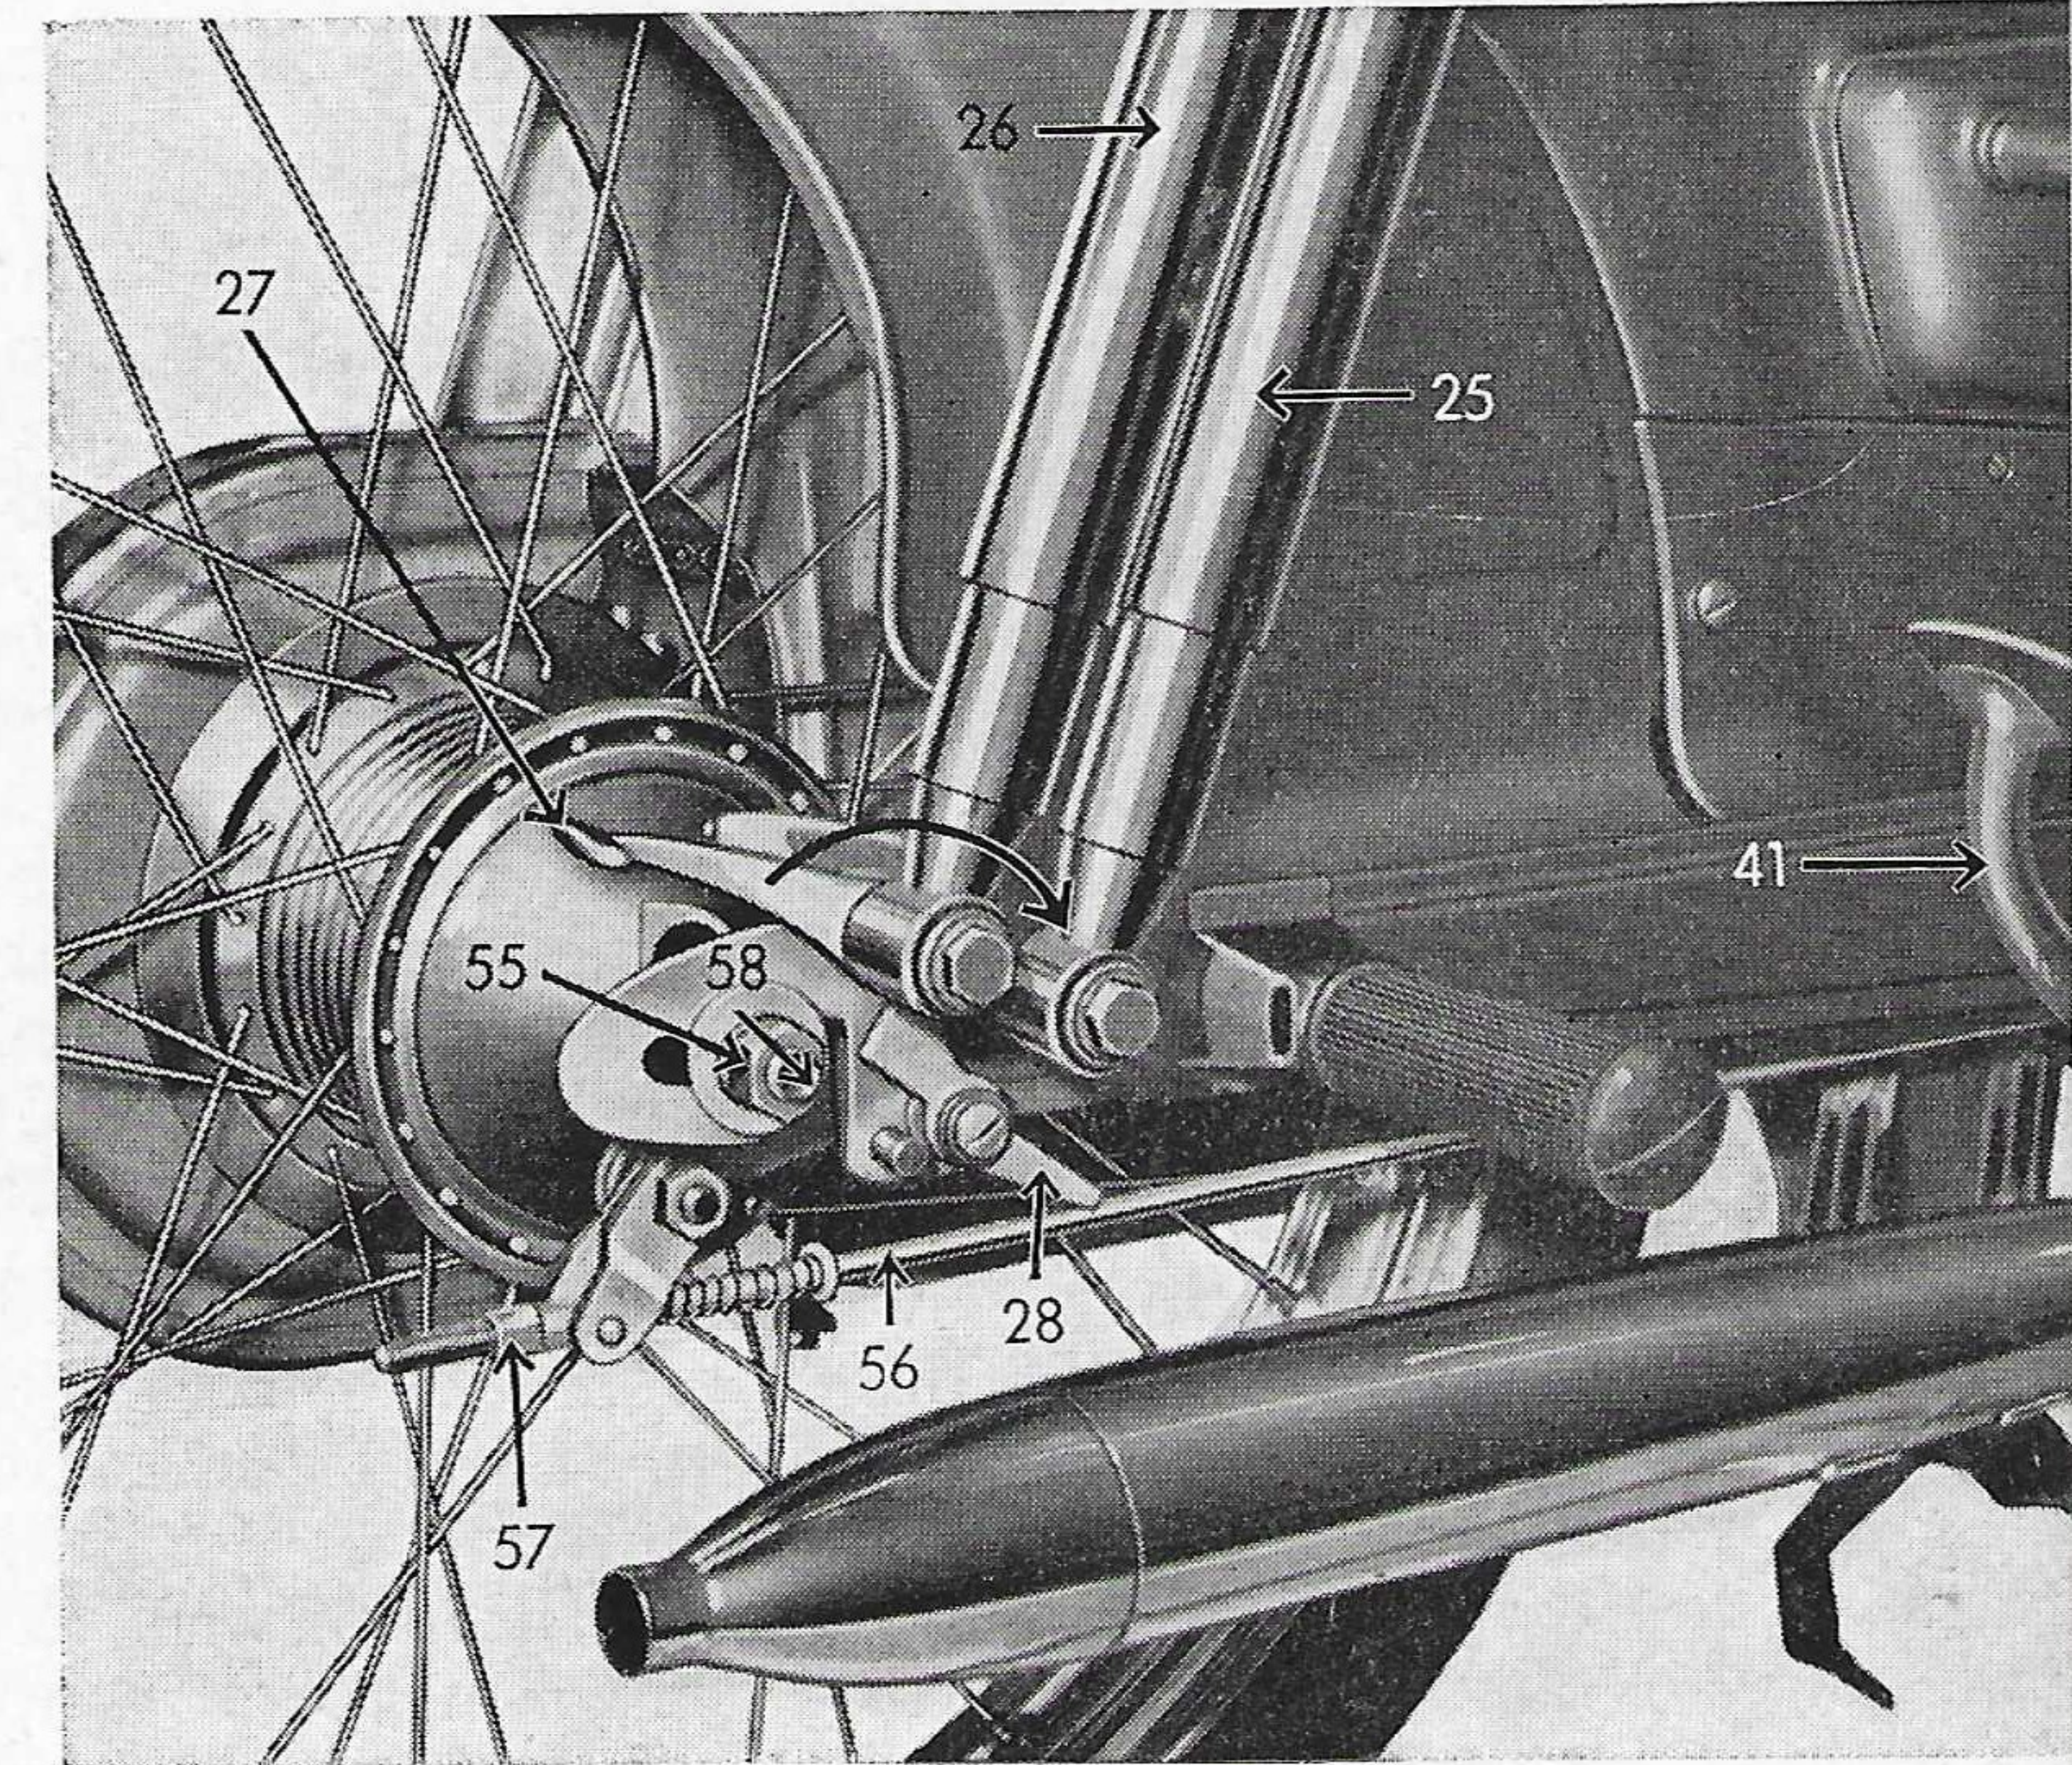

Bild 9
Das Hinterrad ist rechts und links mit je zwei Federbeinen 25 und 26 versehen, die ein erschütterungsfreies Fahren ermöglichen. Die vorderen Federbeine 25 können durch einen Umschalthebel 27 ausgeschaltet werden, was insbesondere dann von Vorteil ist, wenn Sie mit geringer Belastung fahren. Die Federung ist durch die Ausschaltung der vorderen Federbeine weicher eingestellt. Fahren Sie indessen mit größerer Belastung, ist die Einschaltung des zweiten Federbeinpaars vorzuziehen. Die Gesamtabbildung und das Bild 9 zeigen das vordere Federbein in ausgeschaltetem Zustand. Soll dasselbe eingeschaltet werden, ist folgendes zu beachten:
5. Hinterradbremse (Bild 9)